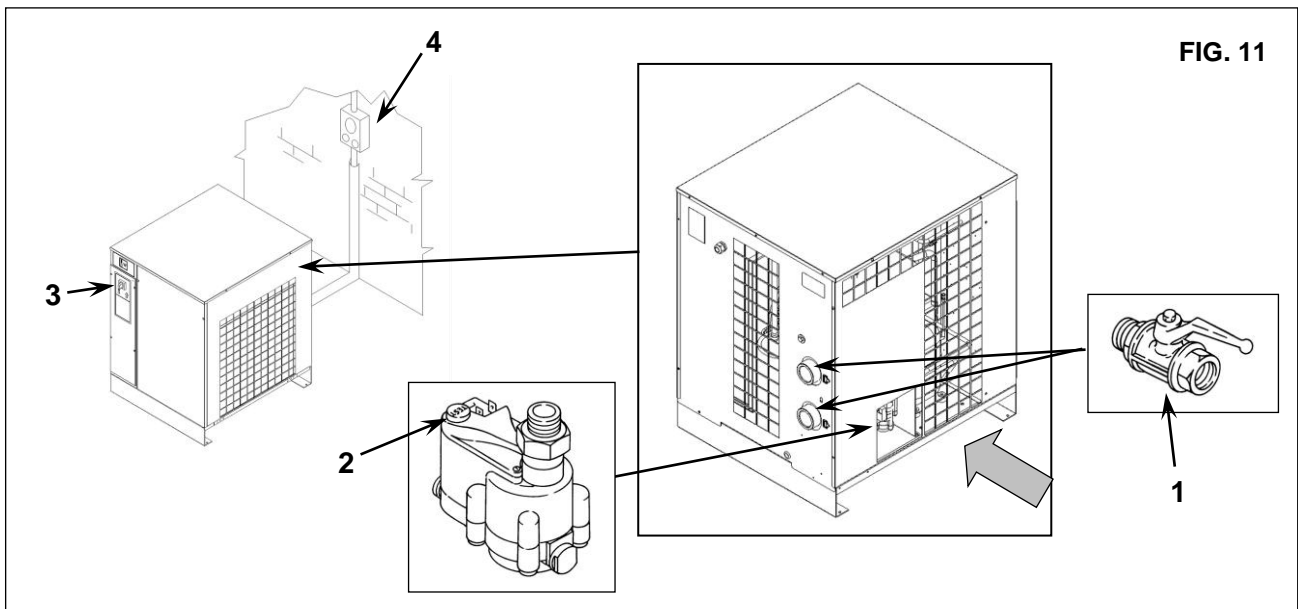

FIG. 11
- Închideți robinetele ref.1 fig. 11
- Eliberați presiunea din uscător prin apăsarea butonului de evacuare a condensului, "TEST", poziționat pe capcana de abur Ref. 1 fig. 11
- Opriți utilajul. - Rotiți comutatorul în poziția STOP ref. 3 fig. 11
- Deschideți întrerupătorul automat diferențial de alimentare ref. 4 fig. 11